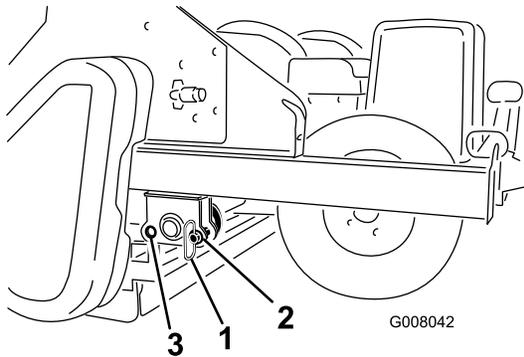

Рисунок 16
- Извлеките стояночные штифты из задних отверстий (Рисунок 16).
- Медленно опускайте обработчик до опоры на задний валик и шины. Установите стояночные штифты в передние отверстия (Рисунок 16).